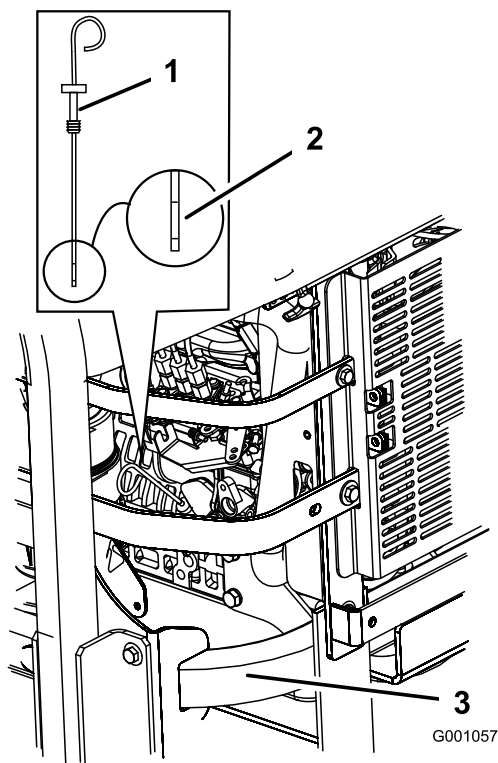

Figure 38
3. Nettoyez la surface autour de la jauge d'huile (Figure 38) pour éviter que des impuretés tombent dans l'orifice de remplissage et endommagent le moteur.
4. Sortez la jauge d'huile et essuyez soigneusement l'extrémité métallique (Figure 38).
5. Enfoncez la jauge complètement dans le goulot de remplissage. Ressortez la jauge et examinez l'extrémité métallique (Figure 38). Si le niveau est bas, versez lentement une quantité d'huile suffisante dans le trou de remplissage pour amener le niveau au repère du plein.